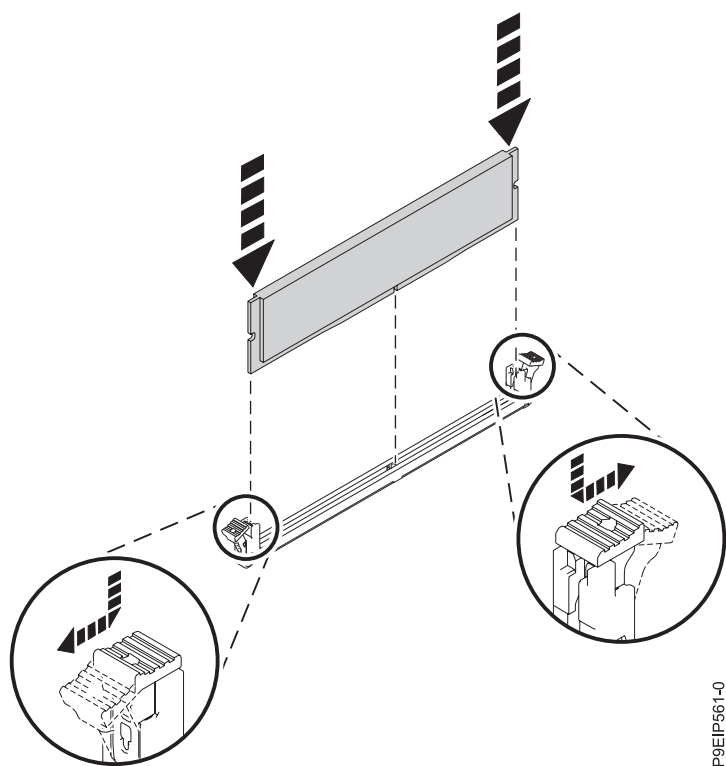

Figure 42. Insertion de la barrette mémoire DIMM
- b. Appuyez fermement sur chaque côté de la barrette mémoire DIMM comme illustré dans la figure 42 jusqu'à ce que vous entendiez un petit clic confirmant que la languette de verrouillage est bien enclenchée.